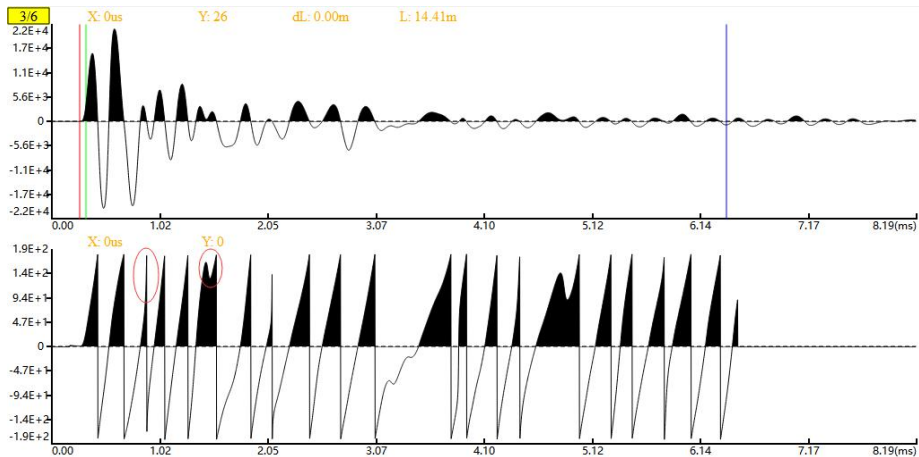

图 3-14 相位分析
- 相位分析：对需分析的波形进行相位分析，产生相位信息，并显示在分析视图的第二块区域，变化如图 3-14 所示，点击相位分析图标在原波形下方会显示波形的相位图，通过分析识别该图的畸变点或者突变点可判断分析出立柱杆头、孔口、杆底和缺陷位置，如下方波形中被红色框圈起的位置明显发生畸变，且两者相比其余相邻两波饱满程度差异大，故存在缺陷点。快捷键为 **P**。